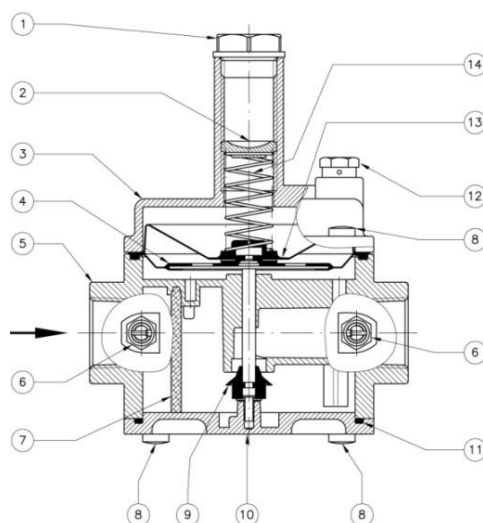

Рис. 1
Регулятор (рис. 1) состоит из: защитные колпачок (1); регулировочный винт (2); раструб (3); рабочая мембрана / центральный стержень (4); корпус (5); штуцер для отбора давления (6); фильтрующий элемент (7); Винты крепления (8); затвор (9); нижняя панель (10); нижнее уплотнительное кольцо (11); пылезащитный колпачок (12); защитная мембрана (13); пружина регулирующего устройства (14).
- Для настройки регулятора необходимо использовать манометр, который можно установить в штуцер для отбора давления (см. рис. 1).